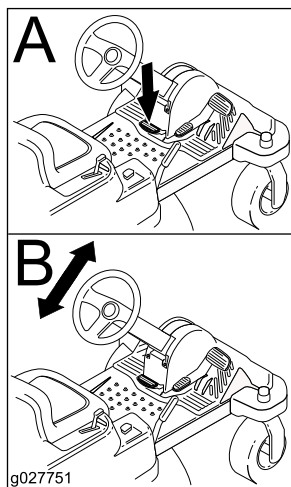

Figura 12
2. Posicione o volante na posição desejada (Figura 12).